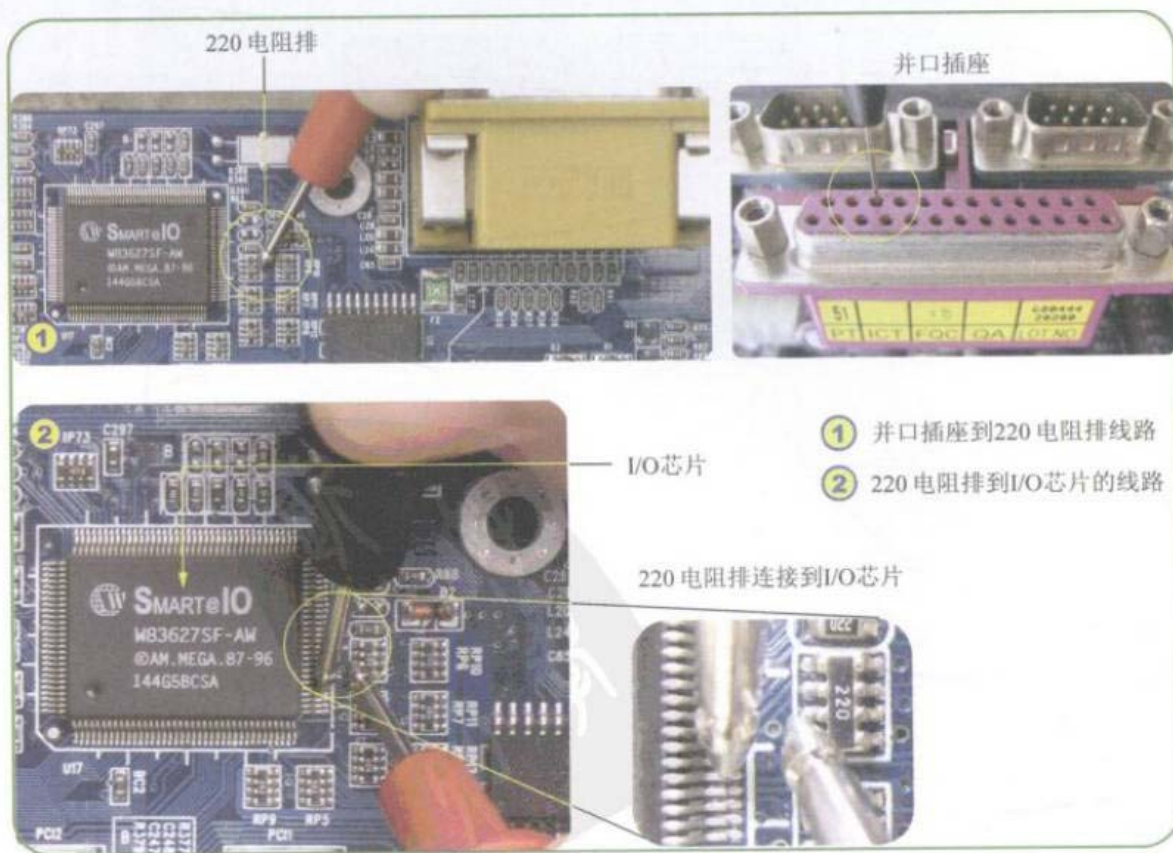

图5-43 测量并口到I/O芯片的线路
**Step 01** 将万用表调到“蜂鸣”挡，测量并口电路中并口通过330或220电阻排连接到I/O芯片的线路，如图5-43所示。